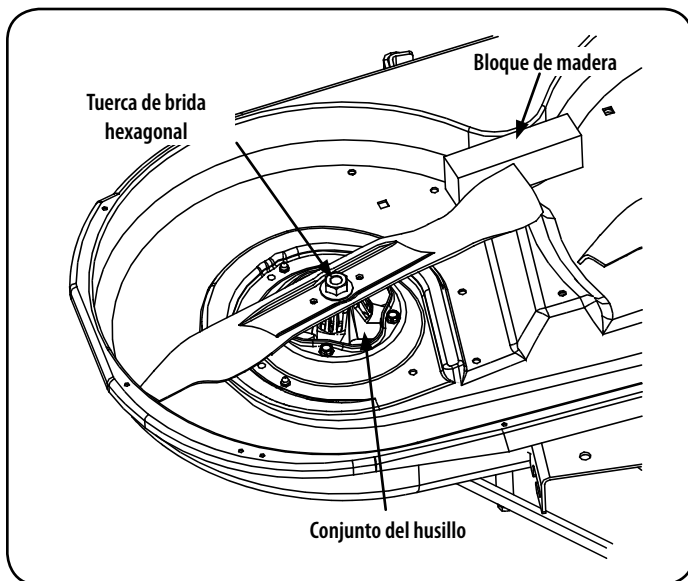

Figura 31
2. Use una llave de  $\frac{15}{16}$ " para sostener la tuerca hexagonal en la parte superior del conjunto del husillo cuando afloje la tuerca hexagonal que fija la cuchilla. Se puede colocar un bloque de madera entre el alojamiento de la plataforma y el borde de corte de la cuchilla para ayudar a aflojar la tuerca hexagonal que fija la cuchilla. Vea la Figura 31.